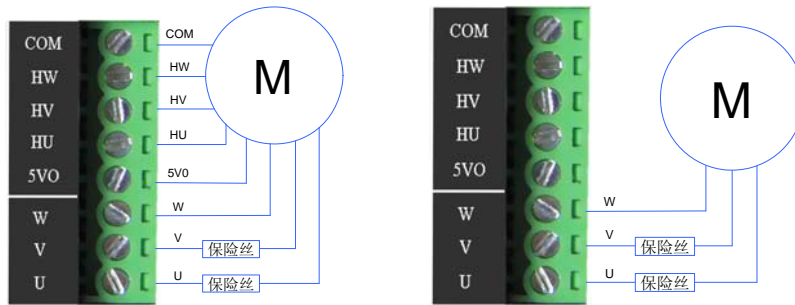

图 3.5 有感无刷电机接法（左）/ 无感无刷电机接法（右）
- 1) 断开驱动器电源。将电机的U、V、W三相电源线接到驱动器电机接口的U、V、W，将有感无刷电机的霍尔信号传感器电源线正负极（通常正极为红色，负极为黑色，具体参照电机的相关资料）分别接到驱动器霍尔信号接口的5VO和COM，霍尔信号传感器的三霍尔位置信号线接到驱动器霍尔接口的HU、HV、HW，如图 3.5 所示。若为无感无刷电机则不接霍尔信号线。